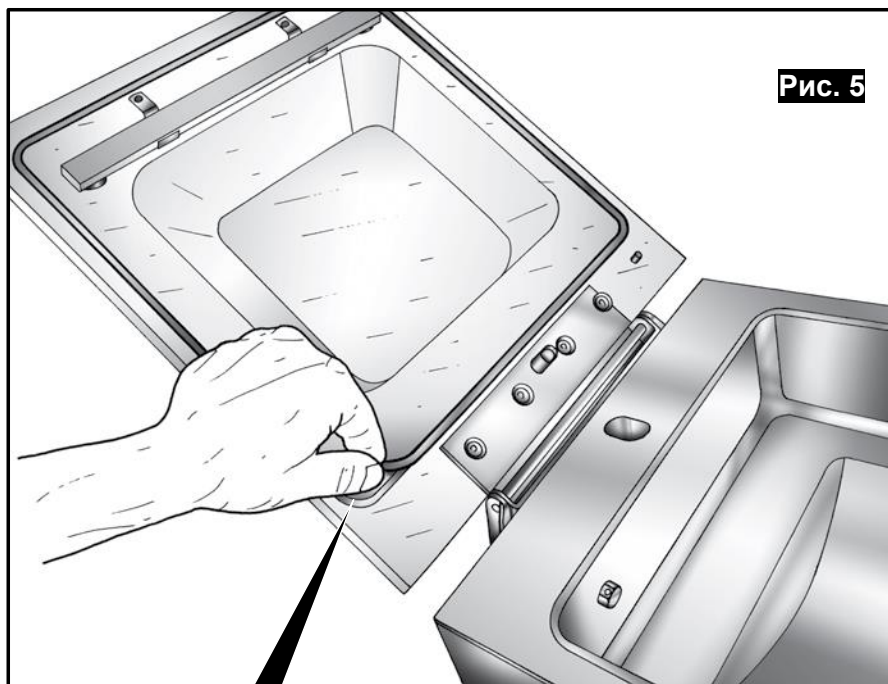

Рис. 5
4) Чтобы снять старый уплотнитель, достаньте его из гнезда. Очистите гнездо уплотнителя нейтральным чистящим средством (**Рис.5**).
- 3) Снимите пружинную шайбу с штифта крепления поршня (Рис. 5).